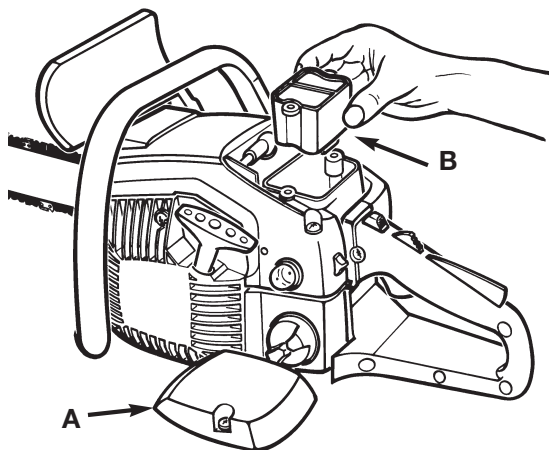

Fig. 31
1. Retirer les 2 vis de fixation du couvercle du filtre à air (A) et retirer le couvercle, puis le filtre (Fig. 31).